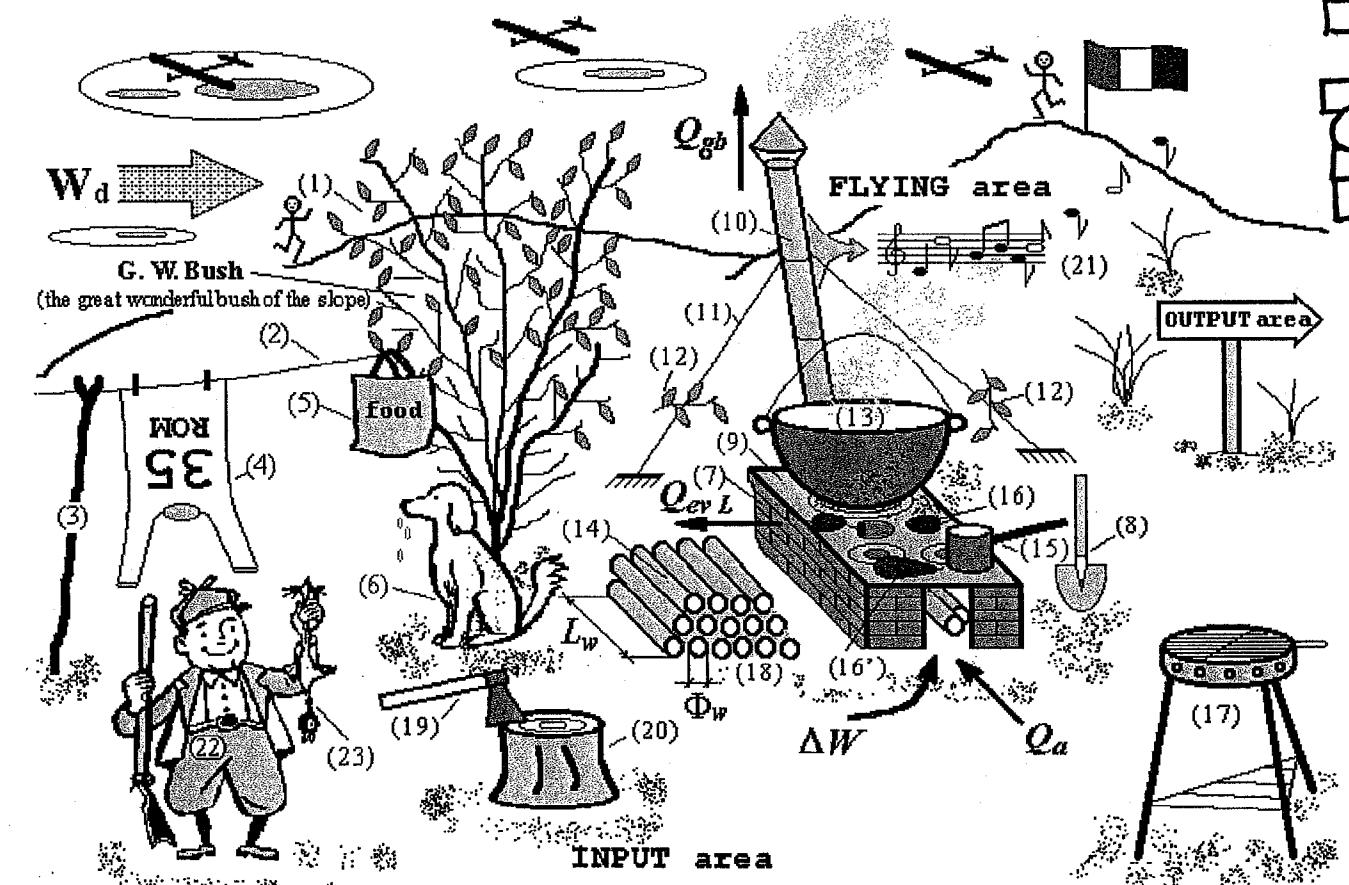

Figure 1 *Le camp de bas*
À la différence de la conquête des grands pics du monde, comme l'Everest par exemple, la conquête des Championnats du Monde et des participants d'autres pays ou continents aussi se fait en installant le camp de base juste au sommet – sommet de la colline, pas des Championnats – dans un endroit à l'abri du sifflement du vent  $W_d$  (*figure 1*) et ayant comme élément définitoire le grand buisson (1), nommé encore „le grand et merveilleux buisson de la pente“ ou, en anglais, *G. W. Bush*. L'existence de celui-ci confère à l'association tribale du camp de base un sentiment de sécurité relative et présente l'avantage de posséder des branches sèches vers la base qu'on peut rompre par ceux qui s'occupent du feu, en vue de l'initiation rapide de la réaction d'oxydation du combustible solide que l'on va introduire dans la poêle classique de cuisine, les petites branches étant, dans le cas-là, un bon catalyseur.
Ces éléments n'ont pas pu être représentés dans la *figure 1*, parce que le dessein est déjà assez compliqué et il existe le risque que les gens ne puissent plus comprendre rien de la complexité des phénomènes normaux et paranormaux qui, de manière inévitable, apparaissent autour des membres du camp de base.